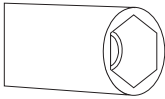

Abbildung 4
2. Verwenden Sie zur Änderung der Einspritzdüse einen Schraubenzieher, der auf der Abbildung 4 zu sehen ist.